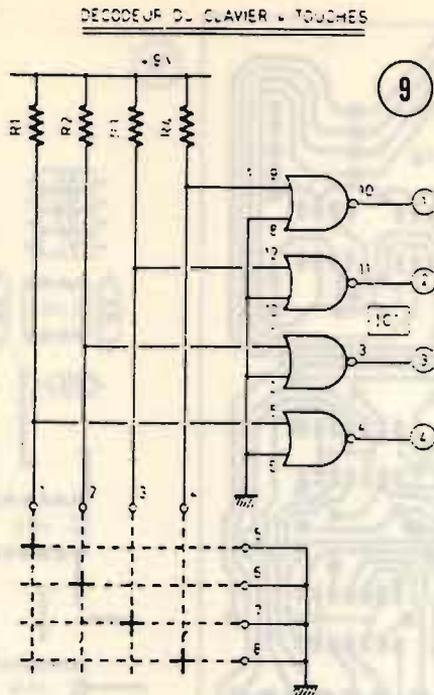

figura 9
f) DECODIFICATORE DELLA TASTIERA a 4 TASTI (figura 9)